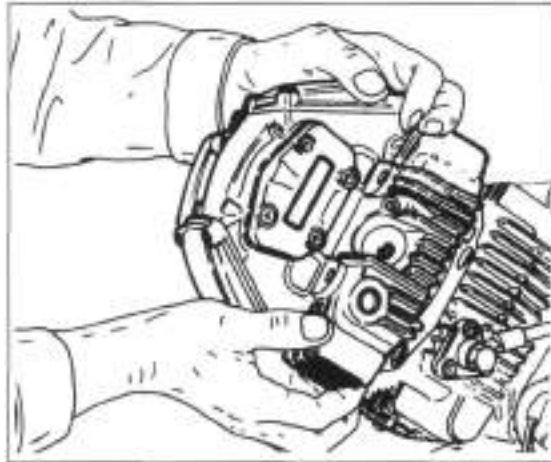

Bild 141
- Zylinderkopf leicht anheben (Bild 141), Muttern und Scheiben abnehmen, dann Kopf ganz abnehmen.